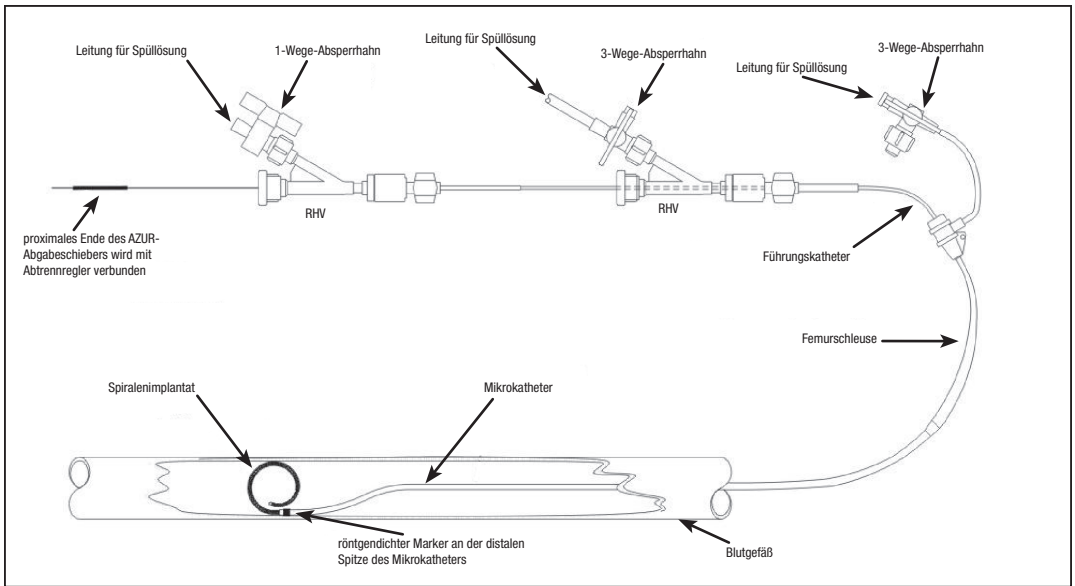

Abbildung 1 – Darstellung des Aufbaus des AZUR-Systems
1. Die Darstellung des Aufbaus ist in Abbildung 1 dargestellt.